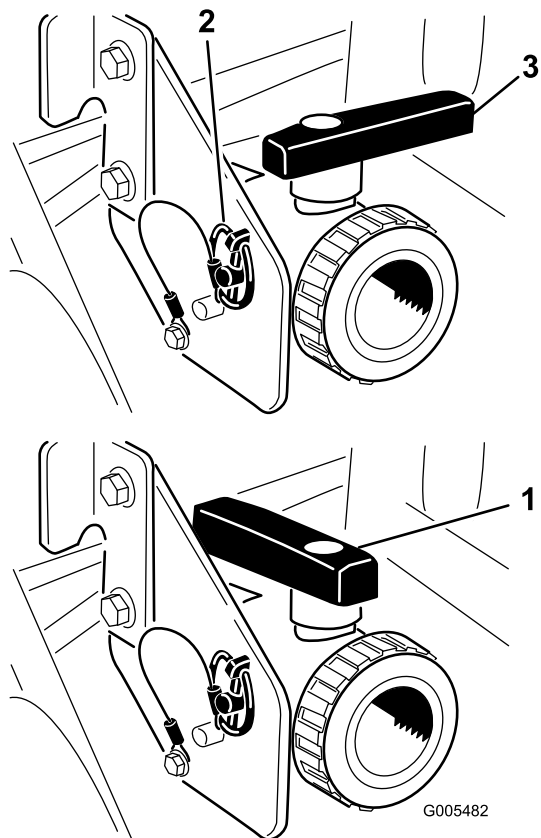

Figura 28
Abra a válvula para escoar do depósito qualquer material não usado e eliminá-lo de acordo com as normas locais e as instruções do fabricante (Figura 28). Depois de vazio, remova o pino de sujeição no suporte que segura a válvula de escoamento à máquina e deixa a válvula poisada no chão. Isto permite que escoar qualquer material residual da linha.
3. Quando o depósito estiver escoado na totalidade, instale a válvula na estrutura com o pino de sujeição removido previamente e fecha a válvula de escoamento (Figura 28).